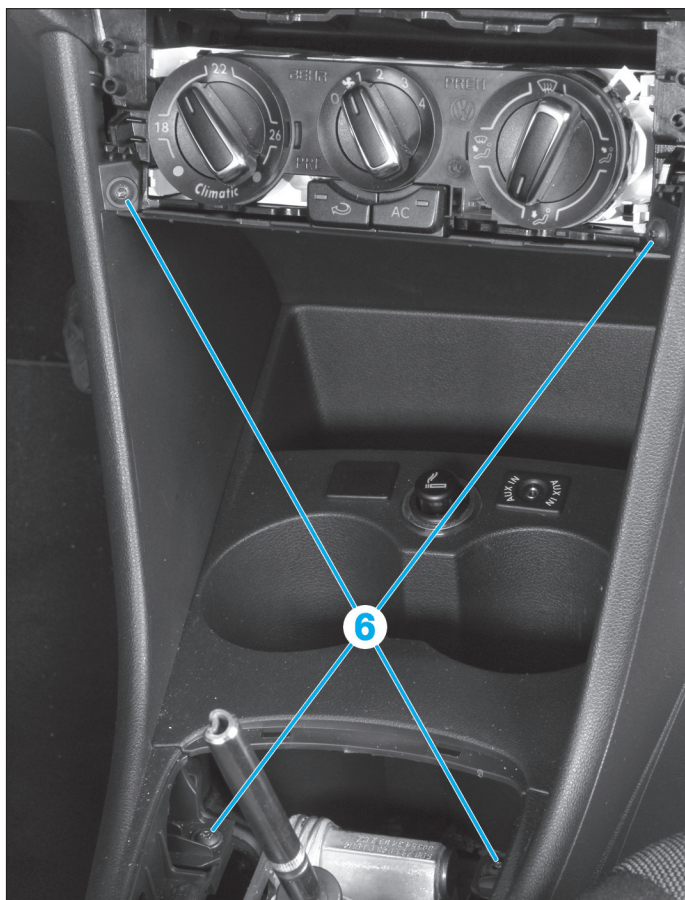

FIG. 14
- Déposer les vis de fixation (6) (Fig.14).